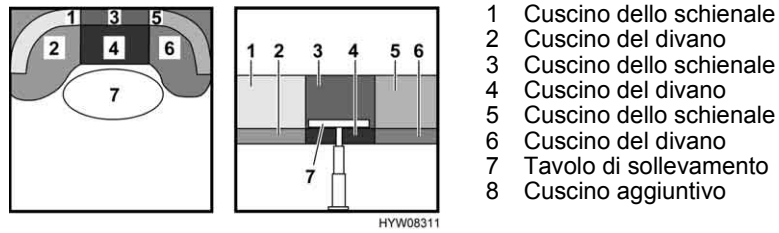

Fig. 67 Prima della trasformazione
- Rimuovere i cuscini dello schienale (Fig. 67, 1, 3 e 5).